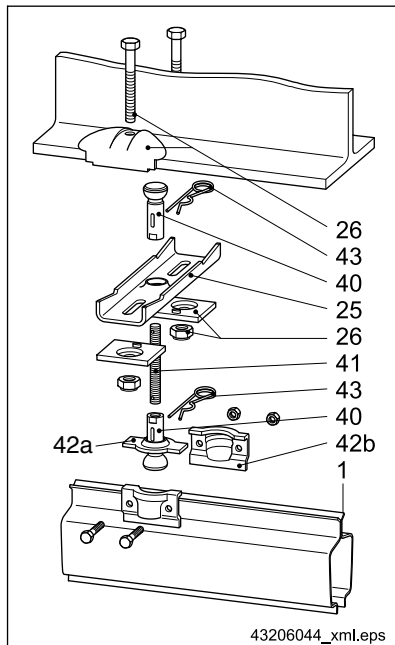

Abb. 5 Montage der Bahnaufhängungen
Befestigung der Deckenlasche (25) mit Klemmbügeln (26) an I-Obergurte ⇒ Abb. 5, Seite 31.